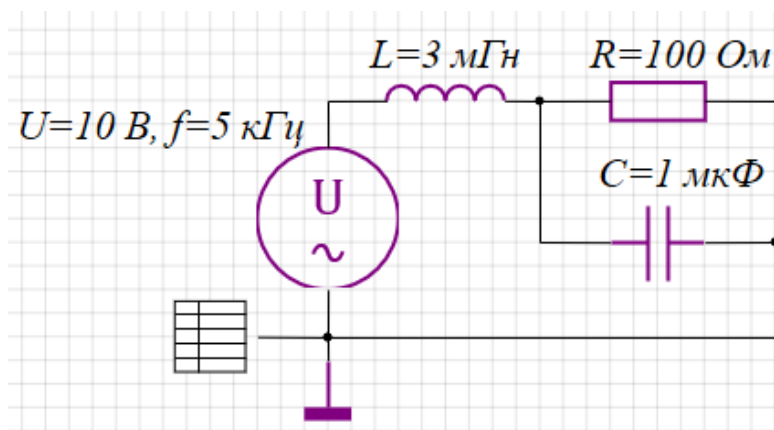

Рис. 3.11
13. Собрать в окне проектов системы SimInTech разветвленную цепь гармонического тока (рис. 3.11), используя в качестве электрических элементов блоки из библиотеки ЭЦ – Статика v.2.0.
- для блоков **RLC-цепь** значения параметров, приведенные на рис. 3.11;
16. Задать с помощью окна **Свойств** для блоков **RLC-цепь** значения параметров C , L , приведенные на рис. 3.11, а значение сопротивления в омах, равным 100 минус номер варианта.